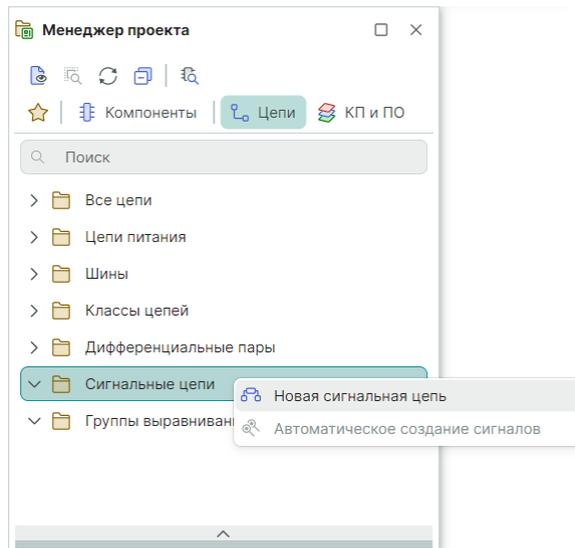

Рис. 395 Создание сигнальных цепей в панели «Менеджер проекта»
1. В панели «Менеджер проекта» → «Цепи» → «Сигнальные цепи» из контекстного меню выберите пункт «Новая сигнальная цепь», см. Рис. 395.